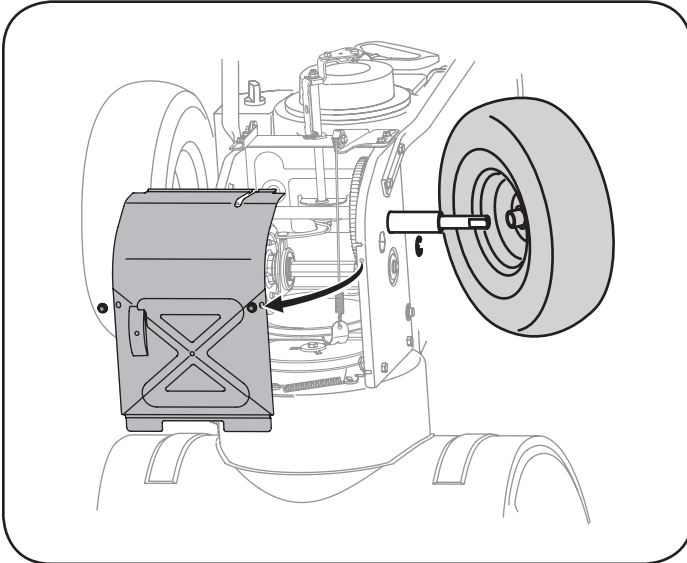

Figura 72
5. Retire la rueda derecha quitando el tornillo y la arandela de campana que la aseguran al eje. Vea la Figura 72.